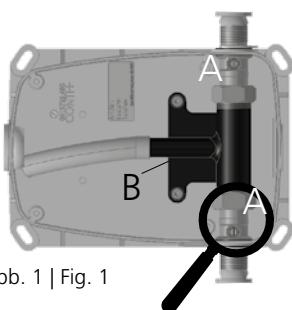

Abb. 1 | Fig. 1
- Die Vorabsperrungen (A) auf die Stellung „geschlossen“ bringen. (siehe Abb. 1)
Set the shut-off valves (A) to the "closed" position. (see Fig. 1)
Abdeckplatte über Auslauf (gesichert durch Gewindeschraube!) und Temperaturgriff führen (1), mit leichtem Druck seitlich der Abdeckplatte über die Halteplatte schieben (2) und durch Lösen des Drucks in Endposition bringen (3). (siehe Abb. 1) (Bei elektronischen Wandarmaturen sind Piezo-Taster oder IR-Sensor in Abdeckplatte vormontiert.)
Guide the cover plate over the outlet (secured by grub screw!) and temperature handle (1), push it over the retaining plate with slight pressure to the side of the cover plate (2) and bring it into the end position by releasing the pressure (3). (see Fig.1)